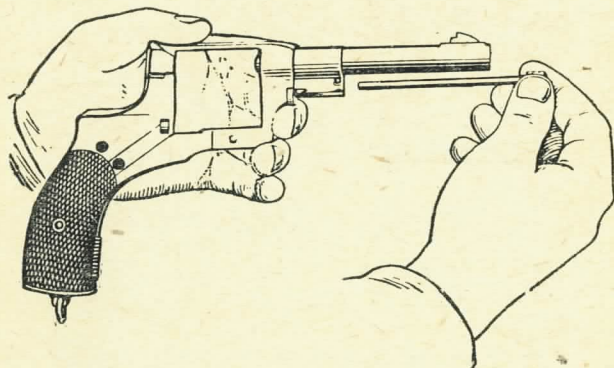

Рис. 41. Как отделить шомпол
16) **отделить шомпол**: вывинтить винт шомпольной пружины, снять пружину и вынуть шомпол (рис. 41).